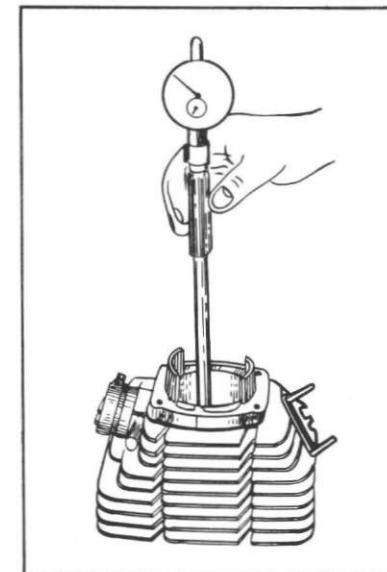

Fig. 4-3-6
- 2) The minimum allowable clearance between the piston and the cylinder is 0.040 ~ 0.045 mm. (0.016 ~ 0.0018 in.) (Fig. 4-3-6)
- Le jeu minimum admissible entre le piston et le cylindre vaut 0,040 ~ 0,045 mm (Fig. 4-3-6)
- Das minimal zulässige Spiel zwischen Kolben und Zylinder beträgt 0,040 ~ 0,045 mm. (Abb. 4-3-6)